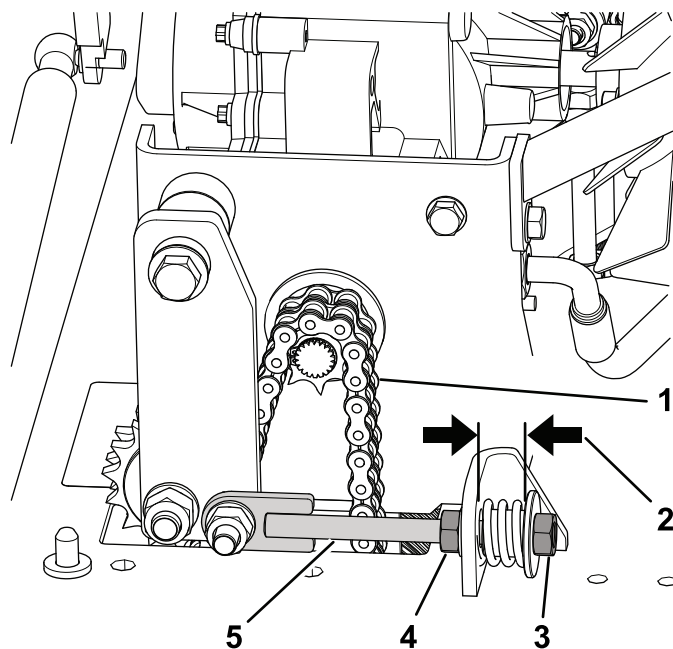

Рисунок 36
- Ослабьте зажимную гайку на натяжном штоке (Рисунок 36).
- Отпустите или подтяните натяжную гайку так, чтобы расстояние между проставкой и неподвижным кронштейном составляло 19 мм, см. Рисунок 36.